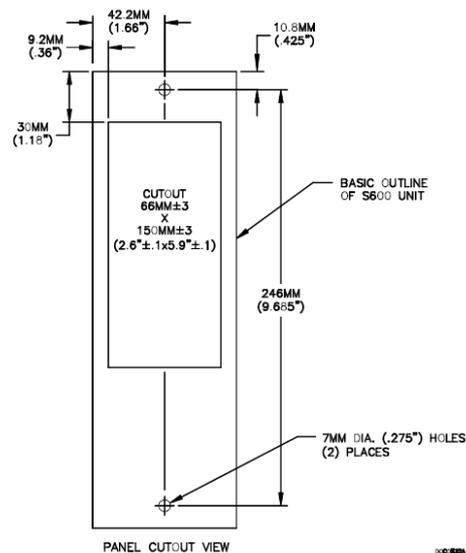

Figura 2-6. Dimensões do Painel do Disjuntor
2. Veja a *Figura 2-6* e a *Tabela 2-1* para detalhes de posição para dois orifícios de 7 mm (0,276 pol) e um corte. O painel do disjuntor deve ser retangular para cada S600+. Permita uma tolerância de ± 3 mm (0,12 pol) em cada eixo.